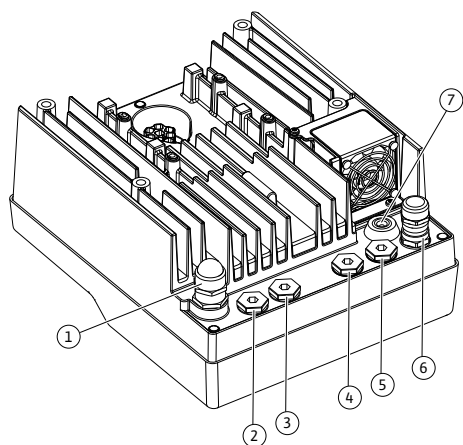

Fig. 18: Pressacavi/passacavi
4. Inserire il cavo di collegamento attraverso il pressacavo M25 (Fig. 18, pos. 1). Serrare il pressacavo con la coppia prescritta.